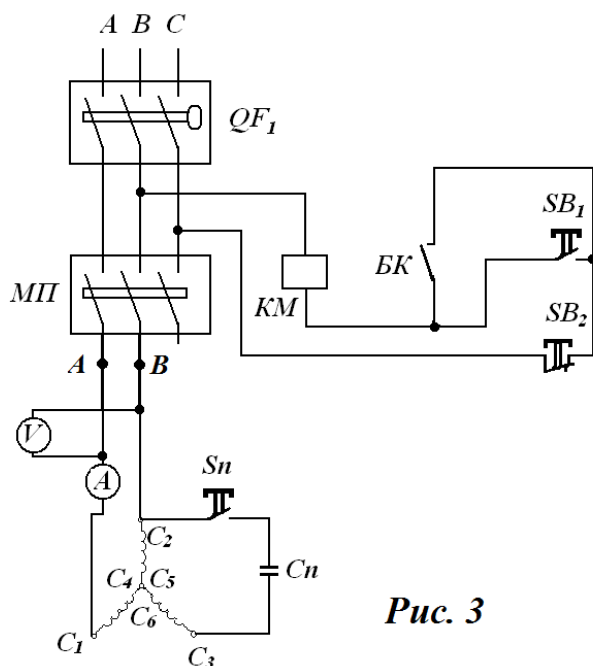

Рис. 3
8) Отключить питание стенда переключателем QF1 и собрать электрическую схему запуска трехфазного электродвигателя, от однофазной сети, при помощи фазосдвигающего устройства (конденсаторной батареи) рис. 3.